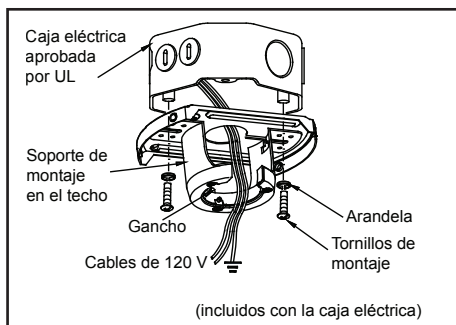

Figura 8
1. Pasa los cables de alimentación de 120 V a través del orificio central en el soporte de montaje de techo como muestra la Figura 8.